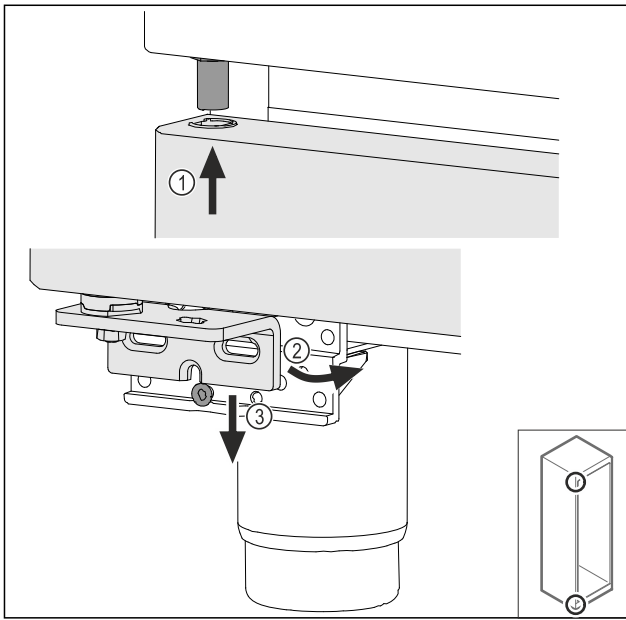

Fig. 66
- ▶ Tür leicht gekippt oben einfädeln Fig. 66 (1), Tür gerade ausrichten Fig. 66 (2) und unten auf die Lagerbockschraube Fig. 66 (3) aufsetzen.